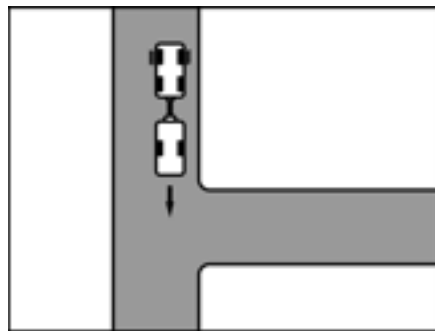

Bild 8 Anfahrt
- So weit an die Einfahrt fahren, bis das Heck des Caravans etwa auf der Höhe der Einfahrt ist (Bild 8).